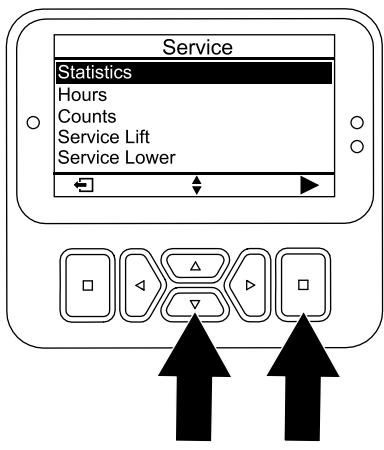

Bild 96
5. Drücken Sie auf dem Bildschirm SERVICE die Taste „nach unten“ bis die Option STATISTICS [Statistik] ausgewählt ist, und drücken Sie dann die Auswahltaste (Bild 96).